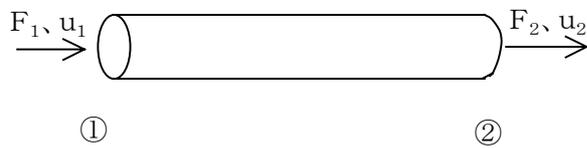

図 5.4 軸荷重を受けて軸変位をする棒
図 5.4 に示すように、長さ  $l$ 、断面積  $A$ 、ヤング率  $E$  である棒部材が、その一端 ① で軸荷重  $F_1$ 、他端 ② で  $F_2$  を受けており、① で軸変位  $u_1$ 、② で軸変位  $u_2$  が生じているとき、軸荷重 ( $F_1$ 、 $F_2$ ) と軸変位 ( $u_1$ 、 $u_2$ ) の関係を求める。